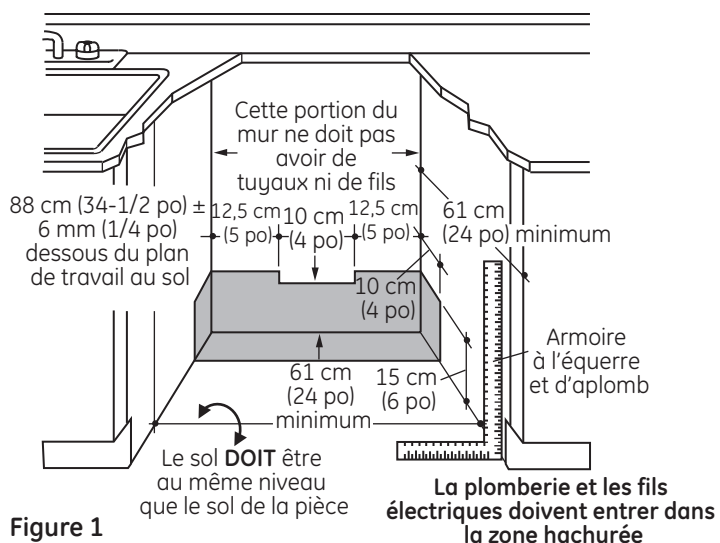

Figure 1
- Percer un trou de 3,8 cm de diamètre dans la paroi du placard dans les surfaces ombrées illustrées Figure 1 pour la connexion du tuyau de vidange. Le trou doit être lisse sans bord vif